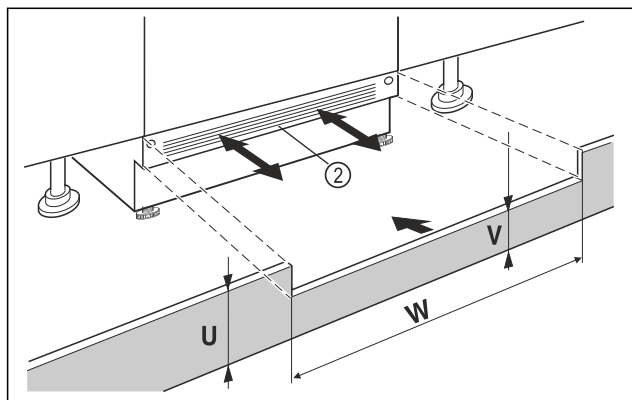

Fig. 40 Примерное изображение
- ▶ Установите цокольную панель устройства Fig. 40 (2), но еще не фиксируйте ее.
- ▶ Если цокольную панель Fig. 40 (2) видно, потяните её вперед настолько, пока передний край вентиляционной решетки не станет вровень с цокольной панелью мебели.
- ▶ Если цокольная панель Fig. 40 (2) скрыта, сдвиньте её назад как можно дальше.
- ▶ Вентиляционное отверстие должно быть полностью открытым: При необходимости следует подрезать цокольную панель мебели по высоте Fig. 40 (U)!
- ▶ Подгоните высоту перемычки Fig. 40 (W) по всей ширине ниши Fig. 40 (V) под цокольную панелью устройства Fig. 40 (2).